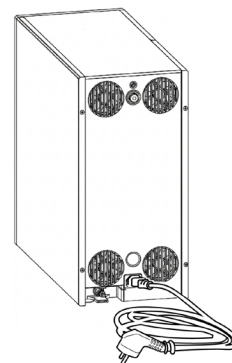

Fig. 16-1
19.7 – Inserire la presa IEC del cavo di alimentazione elettrica in dotazione nella spina IEC posizionata alla base del lato posteriore dell'apparecchio, nell'apposito vano allacciamenti, Fig. 16-1.